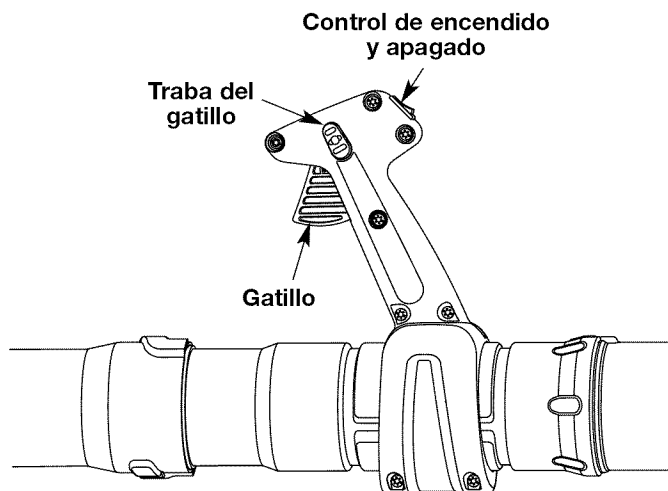

Fig. 16
NOTA: La unidad debe arrancarse en vacío. **No oprima el gatillo mientras arranca la unidad** (Fig. 16).
ARRANQUE EN CALIENTE: Si la unidad ya está caliente, coloque la palanca del obturador en la posición 3 y tire de la cuerda de arranque para volver a arrancar. **La unidad debe arrancarse en vacío. No oprima el gatillo mientras arranca la unidad** (Fig. 16).
2. Oprima y mantenga oprimido el Control de encendido y apagado en la posición APAGADO (O) hasta que el motor se detenga por completo (Fig. 16).
- Use la traba del gatillo (Fig. 16) para mantener el gatillo oprimido mientras esté trabajando para facilitar el funcionamiento continuo.
TRABA DEL GATILLO (Fig. 16)
1. Oprima el gatillo y manténgalo oprimido (Fig. 16).
2. Oprima la traba del gatillo y manténgala oprimida (Fig. 16).